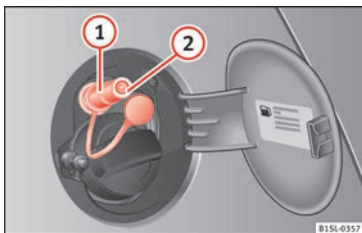

Abb. 167 Geöffnete Tankklappe: Gas-Einfüllstutzen ①, Dichting des Einfüllstutzens ②.
- Öffnen Sie den Gas-Einfüllstutzen » » **Abb. 167** ①.